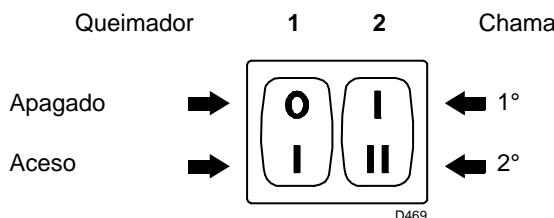
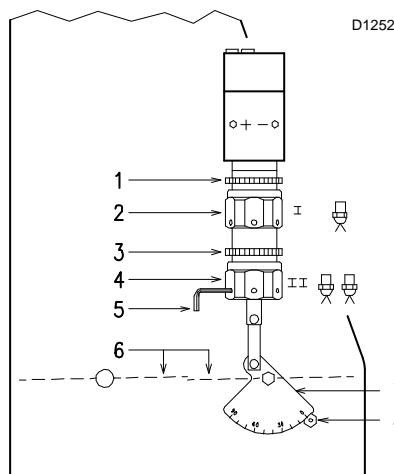

Fig. 20
Fig. 21
- Colocar em funcionamento o queimador fechando os termóstatos e com o interruptor 1) (Fig. 20, Pág. 18) na posição "ACESO". A bomba deve rodar no sentido da seta que está marcada na cobertura.
- Quando o gasóleo sai pelo parafuso 3), indica que a bomba está alimentada. Parar imediatamente o queimador: interruptor 1) (Fig. 20, Pág. 18) na posição "DESLIGADO" e apertar o parafuso 3).
Colocar o interruptor 1) (Fig. 20) na posição "ACESO".
Manter o queimador funcionando na 1^a chama, colocando o interruptor 2) (Fig. 20) na posição 1^a chama. A abertura do registo 6) (Fig. 21) deve ser proporcional à da boquilha escolhida: o índice 8) (Fig. 21) deve corresponder com o número da posição indicada no sector graduado 7) (Fig. 21). A regulação faz-se rodando o hexágono 2) (Fig. 21):
Colocar o interruptor 2) (Fig. 20, Pág. 18) na posição 2^a chama e regular o registo 6) (Fig. 21) actuando sobre o hexágono 4) (Fig. 21), depois de se ter aliviado o aro 3) (Fig. 21).
para facilitar a regulação dos hexágonos 2) e 4) (Fig. 21), utilizar uma chave hexagonal de 3 mm 5) (Fig. 21).